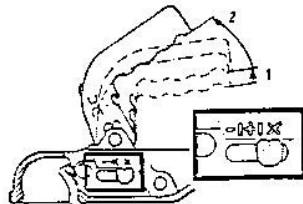

Рис. 1
3. Положение открыто служит к отсоединению или присоединению муфты на шаровую цапфу транспортного средства. Положение арретировано и контрольный индикатор находится в положении "x"(Рис.1).